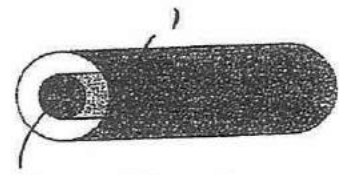

Figura 3
3. Seja um permutador feito de dois tubos coaxiais (ver figura 3).